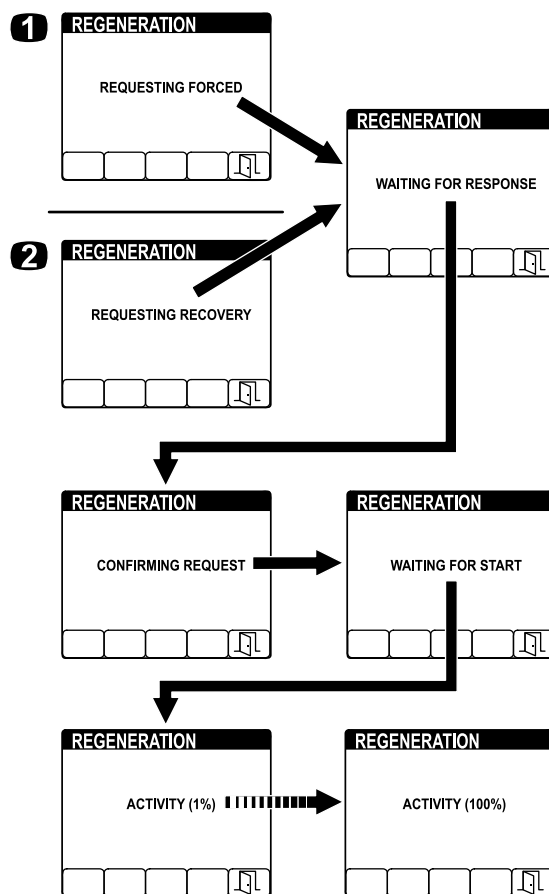

Figura 52
4. Sull'InfoCenter viene visualizzata una sequenza di schermate (Figura 52) man mano che la rigenerazione procede: